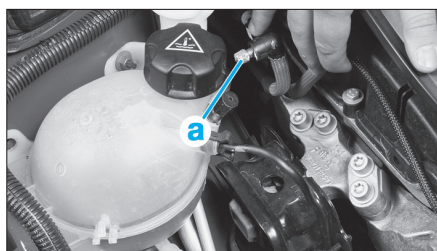

Fig. 27
- Faire chuter la pression de carburant à l'aide de l'outil [1], en le branchant sur la vanne "Shraeder" (Fig.27). Récupérer le carburant dans un récipient.
- Faire chuter la pression d'essence en branchant l'extrémité de l'outil [1] sur la valve SCHRAEDER (a) (Fig.27) et récupérer l'essence dans un récipient.